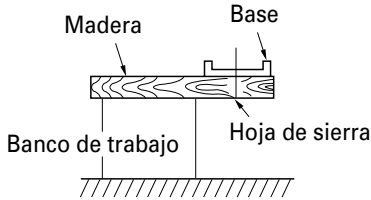

Fig. 7
7. Prepare un banco de trabajo de madera (Fig. 7)